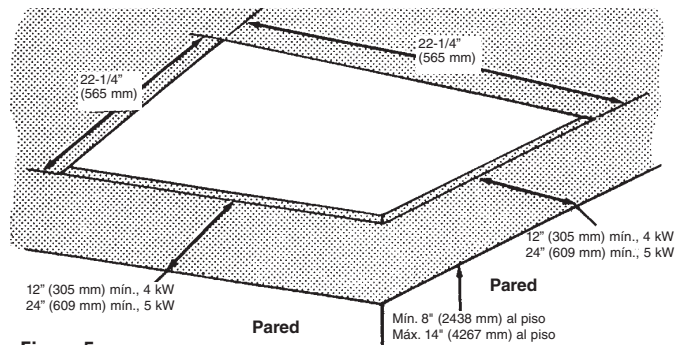

Figura 5
- Corte un agujero de montaje de 22-1/4" x 22-1/4" (565 mm x 565 mm) en el cielorraso para la caja de montaje empotrado (Figura 5).